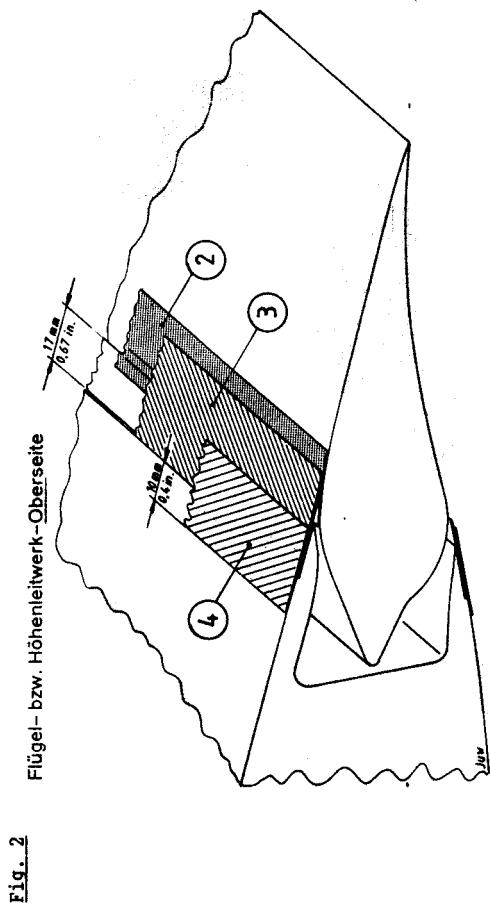

Fig. 2
Jetzt wird noch ein möglichst dünnes und feuchtebeständiges Schutzklebeband (4) (z. B. Tesafilm Nr. 104, weiß, 25 mm breit) über die Vorderkante des Abdeckbandes (3) und der Stufe im Flügel bzw. in der Höhenflosse geklebt (Fig. 2). Dieses Schutzklebeband ist eine zusätzliche Sicherung gegen das Abschälen des elastischen Abdeckbandes von vorn, was eventuell zu gefährlichen Flugeigenschaften führen könnte.